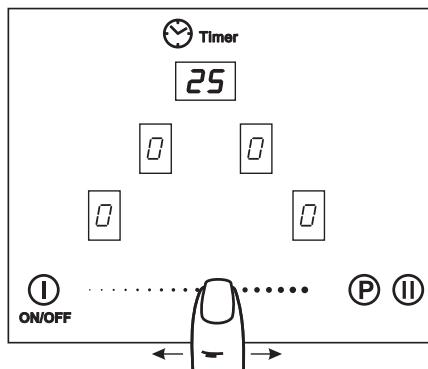

Рис.20
3. Перемещая палец по зоне **4** задать время работы конфорки от 0 до 99 минут (рис. 20).